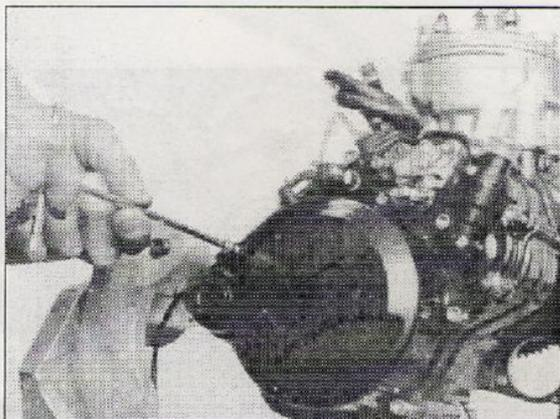

Fig. 3
- 6) **TOGLIERE** le viti di fissaggio del coperchio frizione (Fig. 3 - lato destro), quindi rimuovere il coperchio e relativa guarnizione.
- 6) **REMOVE** the clutch cover screws (Fig. 3 - right side), then remove the cover and its gasket.